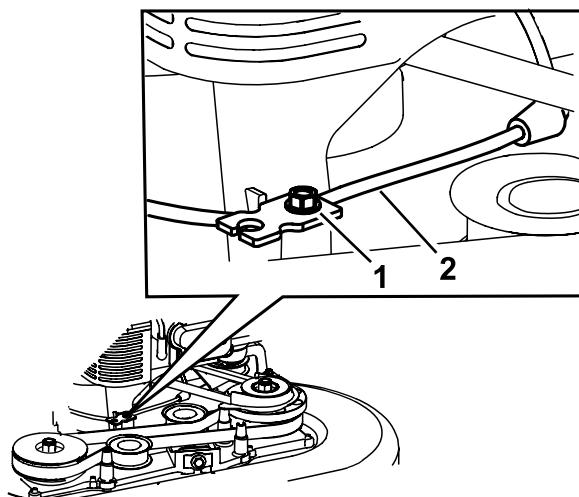

Figura 43
5. Allentate la vite del serrafile (Figura 43).